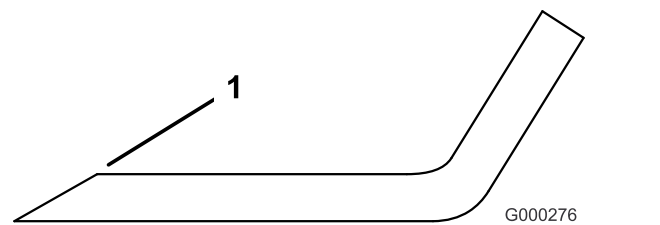

**Bild 89**
- Prüfen Sie die Schnittkanten des Messers sorgfältig, insbesondere dort, wo die geraden Flächen die gebogenen berühren (Bild 89).
**Hinweis:** Da Sand und anderes reibendes Material das Metall abschleifen kann, das die flachen mit den gebogenen Teilen verbindet, müssen Sie das Messer vor jedem Einsatz des Rasenmähers prüfen. Wenn Sie Abnutzungen (Bild 89) feststellen, sollten Sie das Messer auswechseln.